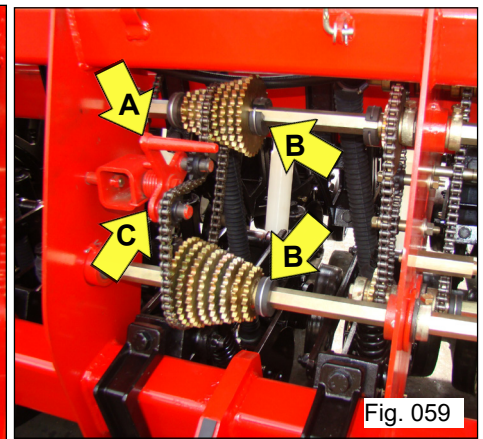

Fig. 059
- Solte a corrente da alavanca do esticador “A”, até que a mesma fique solta (Fig. 059);
- Solte as borrachas de apoio “B” (Fig. 059) das engrenagens motrizes e movidas do câmbio, e movimente as engrenagens até que fiquem na posição desejada (vide tabela de distribuição de adubo);
O esticador de corrente possui uma mola de torção autocompensadora “C” e três posições de regulagem da alavanca “A” para absorver todas as regulagens possíveis (Fig. 059).